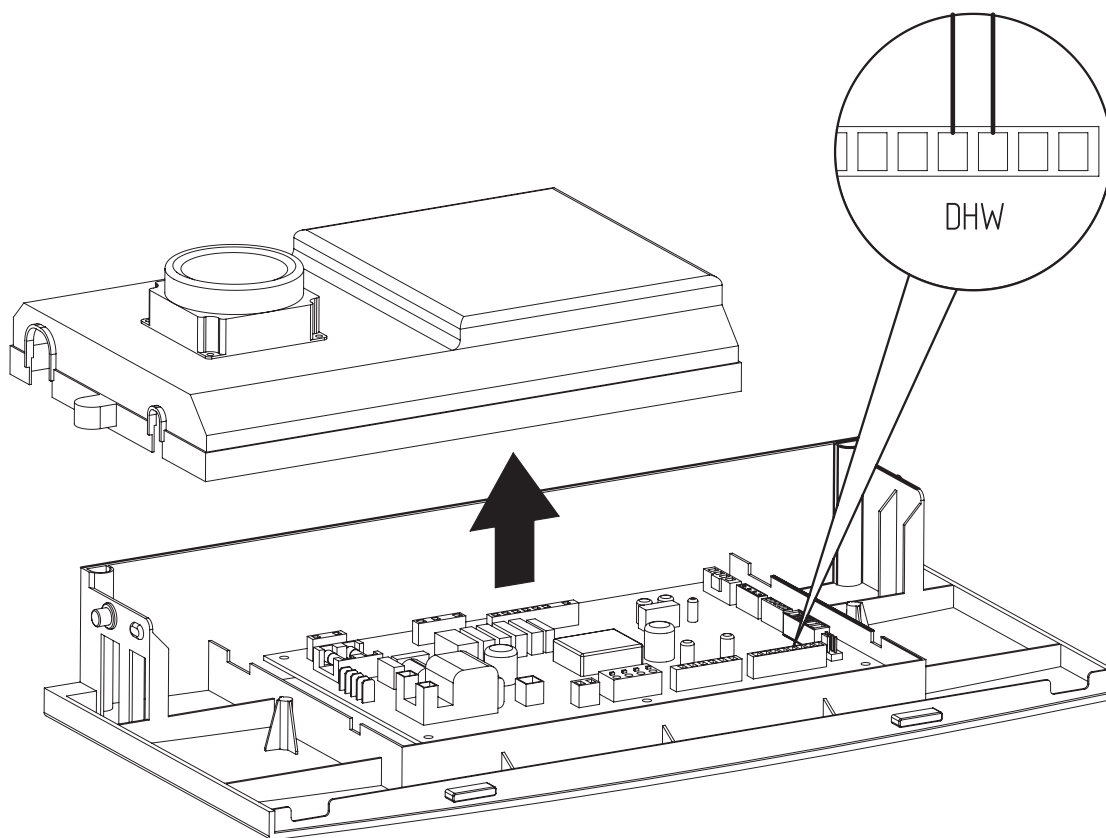

Рис. 28 Подключение датчика бойлера
- Подключите на место перемычки датчик бойлера ГВС NTC из комплекта поставки (см. **Рис. 28**).